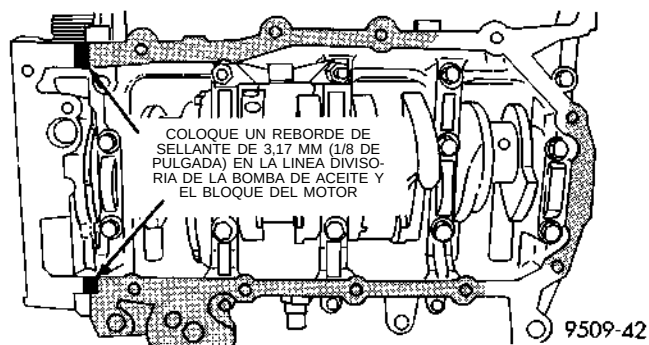

Fig. 55 Sellado del colector de aceite
- (1) Aplique sellante adhesivo de goma siliconada Mopar o equivalente en la línea divisoria entre la bomba de aceite y el bloque del motor (Fig. 55).
- (2) Instale la nueva junta del colector de aceite en el colector inferior.
- (3) Instale el colector inferior y apriete los tornillos con una torsión de 12 N·m (105 lbs. pulg.).
- (4) Instale el filtro de aceite y adaptador.
- (5) Instale la tapa de inspección de la transmisión.
- (6) Instale el soporte delantero del motor y ménsula.
- (7) Instale el soporte curvo de la transmisión.